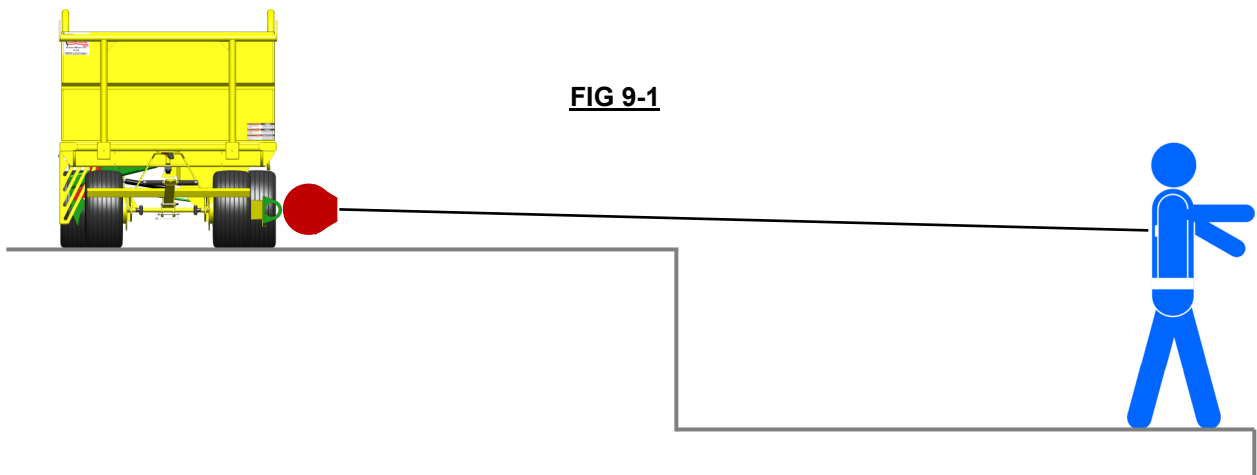

FIG 9-1
9.1.A Le TriRex peut être utilisé pour l'arrêt et la retenue de chute dans des applications de hauteurs différentes où le(s) travailleur(s) se trouve(nt) sur une surface plus basse que la surface sur laquelle le TriRex est positionné et lorsqu'il est correctement installé et utilisé avec une SRL approuvée par l'ANSI pour les conditions de bord de travail. FIG 9-1